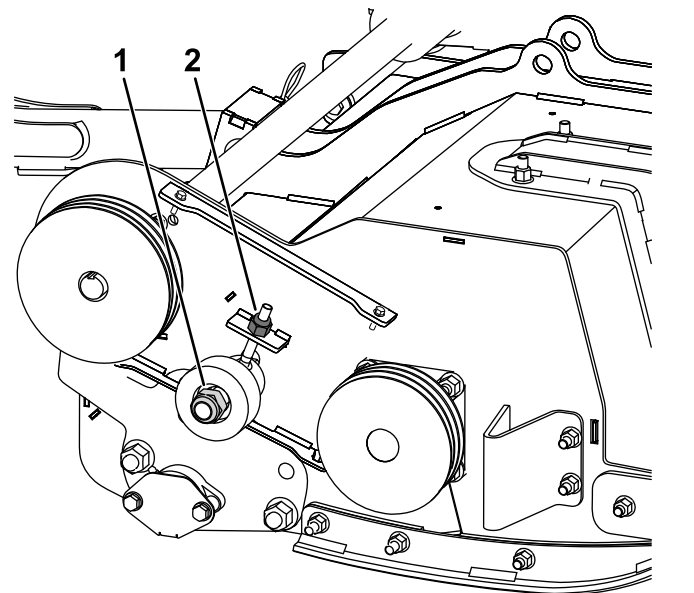

图 27
3. 拧松怠轮皮带轮螺母但不要取下图 27。
4. 调节怠轮皮带轮柱上的螺母以张紧皮带图 27。